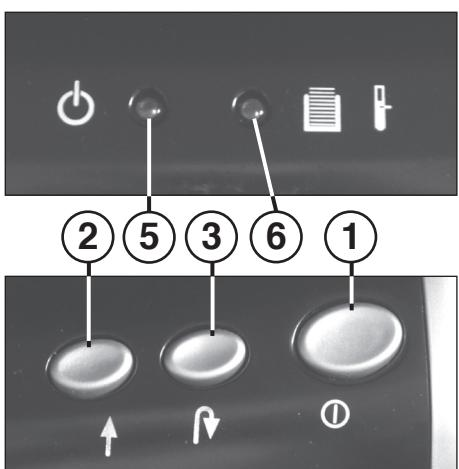

Fig. 1
„Disponibilidad de servicio“ (Fig. 1)
2 = Tecla de avance (Fig. 1)
3 = Tecla para trás (Fig. 1)
6 = Indicador de control (rojo / amarillo) (Fig. 1)
Conectar la máquina mediante el pulsador (1) (Fig. 1). Se ilumina la indicador de control (5) (Fig. 1).
En cuanto el recipiente recolector se haya llenado de papel, el aparato se desconectará. Se emite una señal acústica. El indicador de control (6) (Fig. 1) se enciende (rojo).
- Extraiga el recipiente recolector (9) con bandeja recolectora (10) de la parte inferior de la carcasa.
- La señal acústica deja de sonar. El indicador de control (6) (Fig. 1) se apaga.